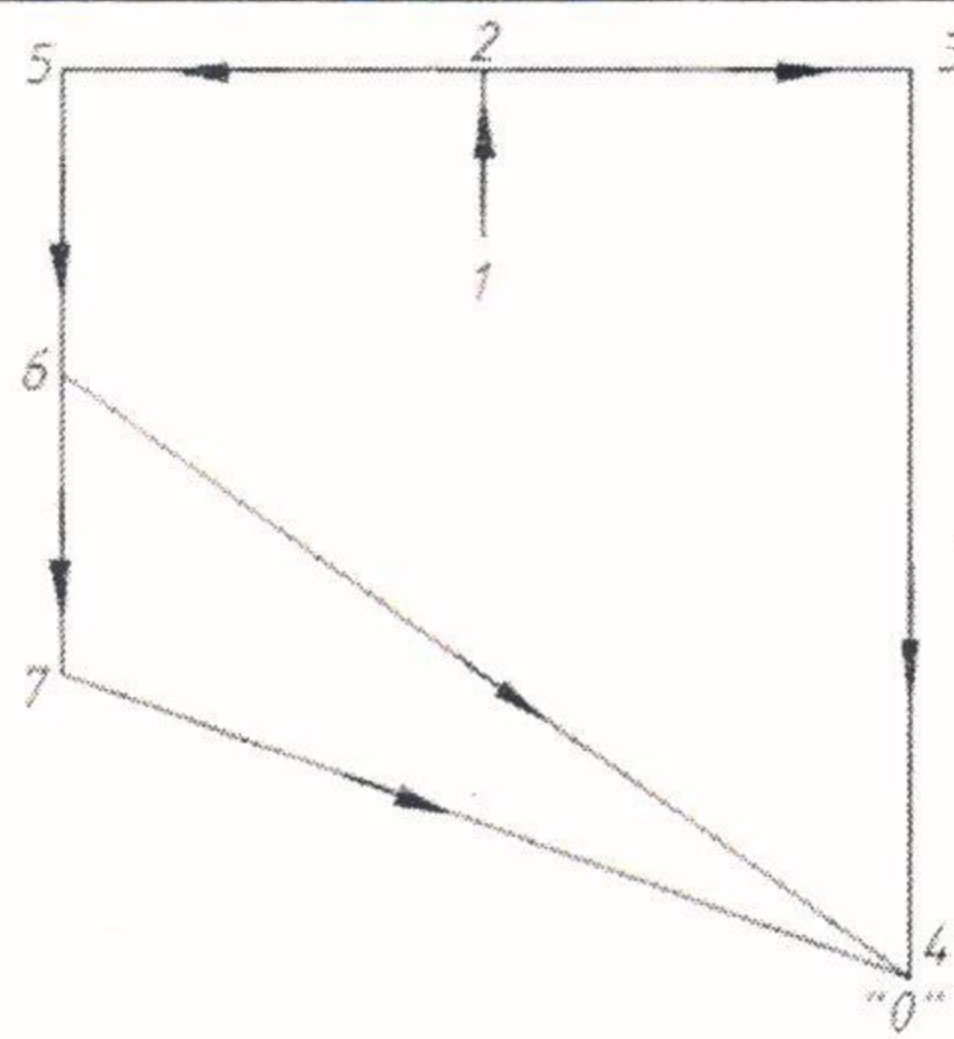

Рисунок 1
2. Определите расход газа (путевой, эквивалентный, транзитный, расчетный) на участках кольцевой сети (рис. 1), если (табл. 2): этажность застройки на территории газоснабжения 5, 7 этажей; расход газа через пункт редуцирования $Q_{\text{прг}}=3000 \text{ м}^3/\text{ч}$.
2. Определите расход газа (путевой, эквивалентный, транзитный, расчетный) на участках кольцевой сети (рис. 1), если (табл. 2): этажность застройки на территории газоснабжения 2, 7 этажей; расход газа через пункт редуцирования $Q_{\text{прг}}=4500 \text{ м}^3/\text{ч}$.